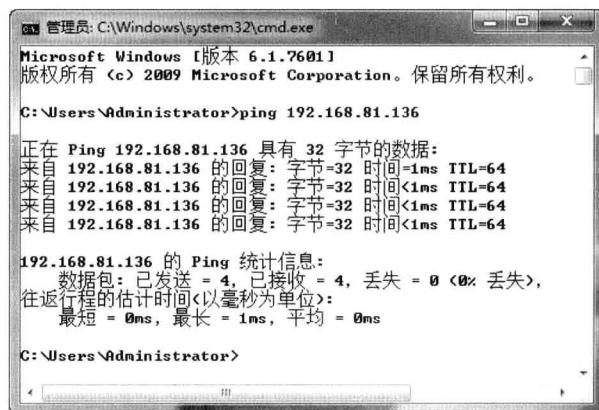

图 2.22 主机 ping 虚拟机
(6) 确定主机的 VMware net8 网卡为已连接状态，在主机端 ping 虚拟机，结果如图 2.22 所示。查看主机 VMware net8 网卡的 IP 地址，一般和虚拟机网关为一个网段，并且其 IP 地址为 192.168.81.1。在虚拟机中 ping 该 IP，结果如图 2.23 所示。互相都可以 ping 通说明主机和虚拟机通信成功。